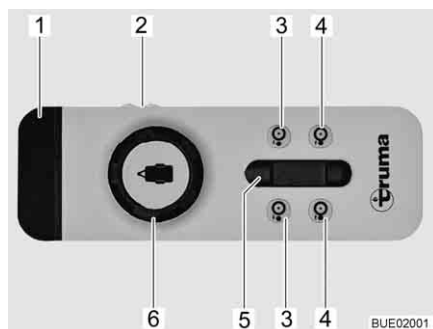

Bild 2 Fjärrstyrning
Fordonet styrs med en vridregulator och ett skjutreglage på fjärrstyrningen (Bild 2). I följande tabell beskrivs funktionen för varje indikator-/reglagefunktion:
- Ställ in skjutlagret (Bild 2,2) på fjärrstyrningen i läget "PÅ". Den gröna lysdioden 4 (Bild 2,1) blinkar ca 5 sekunder och lyser därefter konstant. Manövreringssystemet är nu i drift.
- Sväng drivrullarna på hjulen på båda sidorna. Tryck därefter samtidigt på knapparna "Sväng drivrullarna på hjulen" (Bild 2,4) under ca. 3 sekunder.
- Fordon med vridregulator (Bild 2,6) och skjutreglage (Bild 2,5) ställ in dem i önskat läge. Fordonet sätts i rörelse och bromsas på ett mjukt sätt.
- Sväng bort drivrullarna från däcken på båda sidorna. Tryck därefter samtidigt på knapparna "Sväng bort drivrullarna" (Bild 2,3) under ca. 3 sekunder.
- Ställ in skjutlagret (Bild 2,2) på fjärrstyrningen i läget "AV".
Om avvikelser förekommer under drift (t. ex. kontrollerat förhållande i manövreringssystemet): Ställ in skjutlagret (Bild 2,2) på fjärrstyrningen i läget "AV".